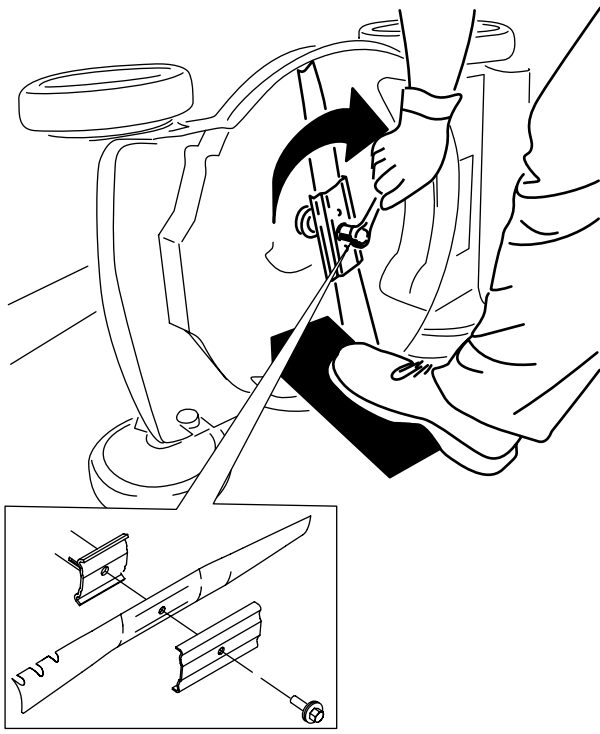

Figura 26
4. Instale la cuchilla nueva y todos los herrajes de montaje (Figura 26).